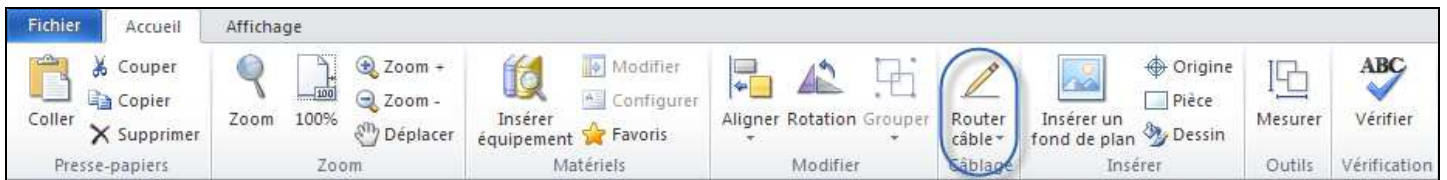
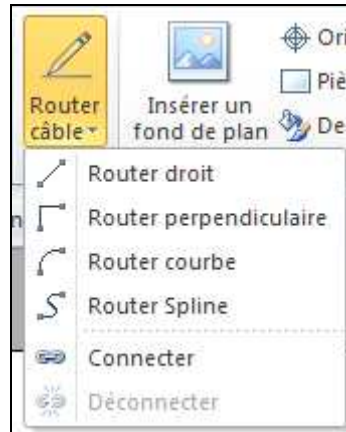
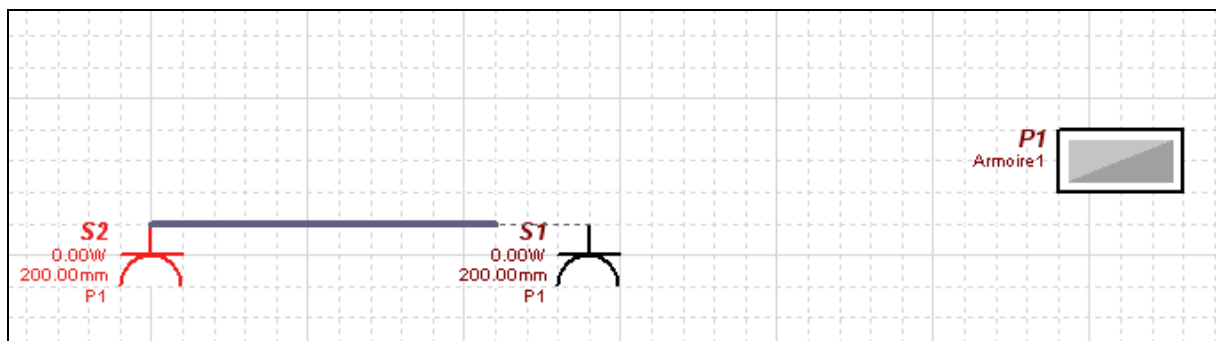

Fig. 15
Fig. 16
Fig. 17
- **Router** les équipements entre eux en suivant une logique fils > père (on part du dernier équipement pour remonter vers le tableau principal). Pour ce faire, utiliser la fonction **Router câbles** (Fig. 15). Choisir sa manière de router (**Droit**, **Perpendiculaire**, **Courbe** ou **Spline**) (Fig.16) et cliquer sur l'équipement de départ (fils), choisir le cheminement du câble(Fig.17) et finir par le composant de fin (père)(Fig.18). On peut ensuite choisir la hauteur d'implantation de chacun des segments du câble (Fig. 19, 20), pour définir s'il passe dans le sol, le plafond, etc.